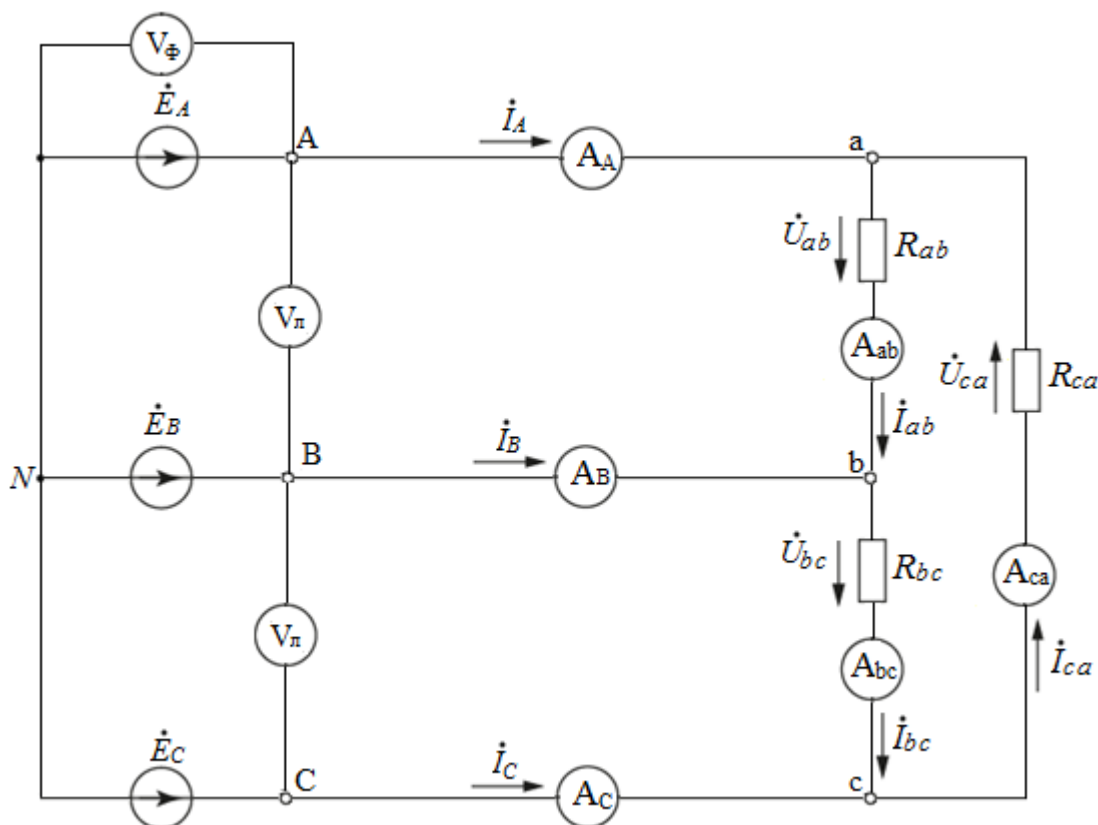

Рисунок 6.1 – Схема соединения приемника треугольником
6.1.2 Нарисовать схему трёхфазной цепи при соединении треугольником. На схеме указать линейные и фазные токи, напряжения (рисунок 6.1).
6.2.1 Собрать трёхфазную цепь с нагрузкой, соединённой треугольником (рисунок 6.1), состоящей из трех резисторов с одинаковыми сопротивлениями  $R_{ab}$ ,  $R_{bc}$ ,  $R_{ca}$ . Установить значения фазных ЭДС и сопротивления согласно варианту (таблица 6.1). Предусмотреть приборы для измерения напряжений и токов. Измерить значения фазных и линейных токов и напряжений в симметричном режиме и занести их в таблицу 6.2.
6.4.1 К трехфазному приемнику, соединенному треугольником, приложена симметричная система линейных напряжений генератора, обмотки которого соединены звездой (рисунок 6.1). Линейные напряжения генератора связаны с фазными напряжениями генератора соотношением: